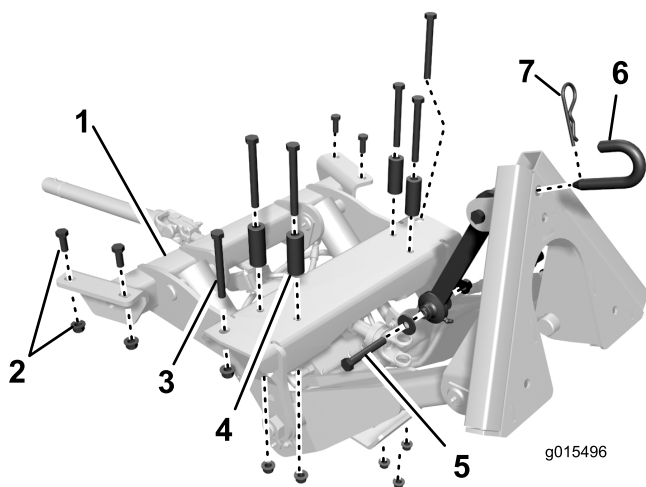
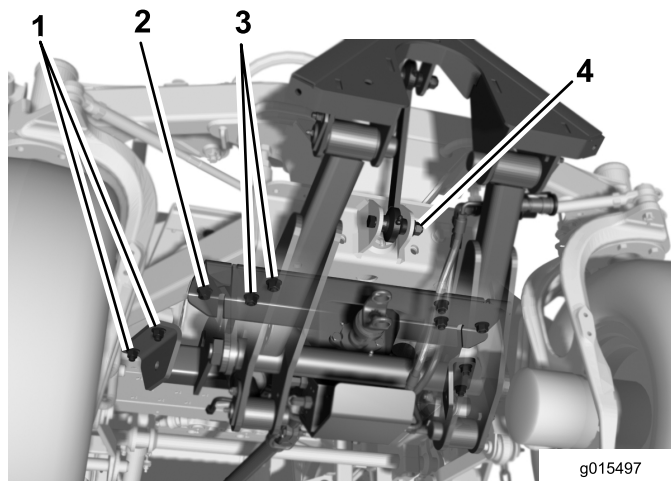
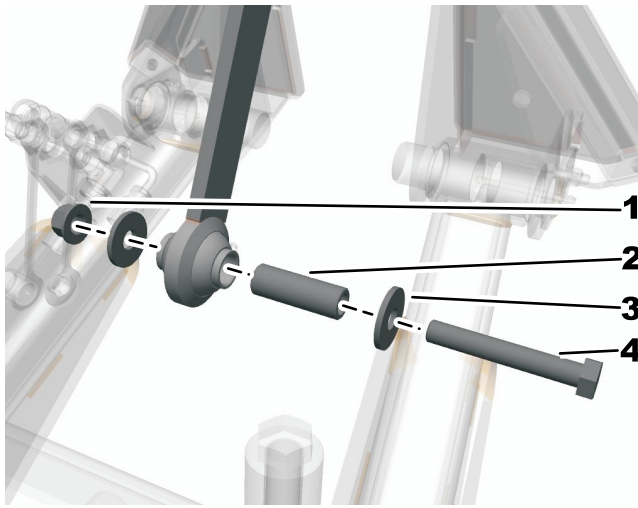

Figura 5
Figura 6
Figura 7
- Figura 5 muestra una vista superior de la ubicación, el posicionamiento y las dimensiones de las fijaciones utilizadas para sujetar el bastidor de acoplamiento delantero a la parte inferior del bastidor de la unidad de tracción.
- Coloque el bastidor de acoplamiento delantero debajo de la parte delantera de la máquina (Figura 6).
- Eleve el bastidor de acoplamiento delantero alineando los taladros de montaje con los taladros de los perfiles del bastidor y los taladros del travesaño delantero del bastidor (Figura 6).
- En la parte delantera del accesorio, sujete el taladro exterior de cada lado a los perfiles del bastidor con un tornillo de 1/2 x 4-1/2 pulgadas y una tuerca con arandela prensada de 1/2 pulgada (Figura 6).
- En la parte trasera del accesorio, sujete provisionalmente cada lado a los perfiles del bastidor con 2 tornillos de 1/2 x 1-1/4 pulgada y tuercas con arandela prensada de 1/2 pulgada (Figura 6).
- En los 4 tornillos de montaje restantes, sujete el accesorio al travesaño del bastidor con tornillos de 1/2 x 4-1/2 pulgadas, espaciadores y tuercas con arandela prensada de 1/2 pulgada (Figura 6). Coloque los espaciadores entre la cabeza de los tornillos y el travesaño.
- Sujete el enganche superior al soporte del eje con el tornillo de 1/2 x 3-1/4 pulgadas, 2 arandelas de apoyo y una contratuerca de 1/2 pulgada (Figura 5 y Figura 6). Las arandelas deben colocarse en el exterior de las pestañas del soporte del eje. Instale el espaciador y apriete a 91 - 113 N m (Figura 7).